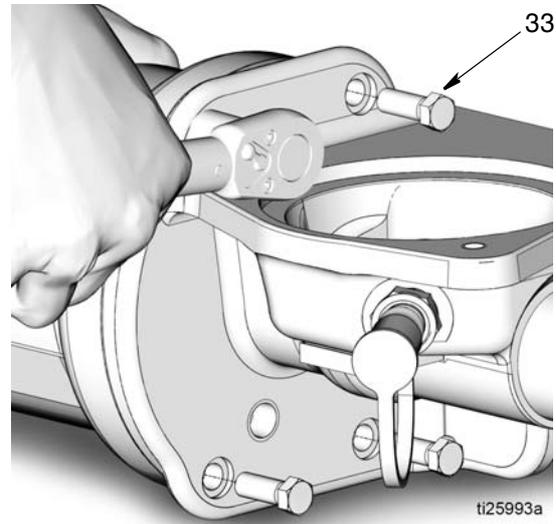

FIG. 52
- c. Instale 4 pernos nuevos (33). Apriete a mano los pernos de forma regular, un poco cada vez en un patrón en diagonal. Apriételes después diagonalmente a un par de 10-13 ft. lbs. (13,5-17,6 N•m). Consulte FIG. 52.